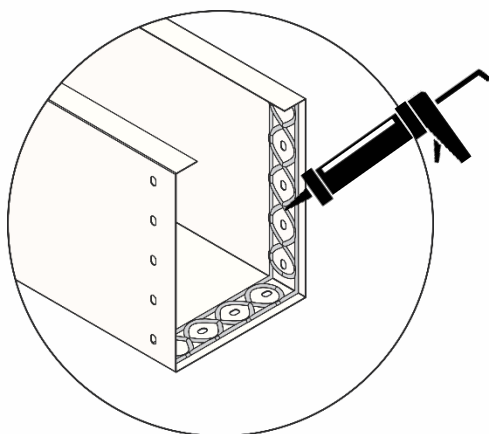

Figura 12
- Antes de realizar a emenda é indispensável aplicar o veda calha PU-40 branco na face interna da calha. Contorne os furos em forma de “8”, em seguida, faça um cordão a frente e outro atrás dos furos. Ver figura 12.